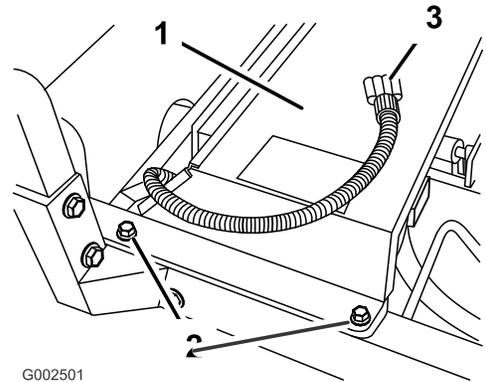

Figura 18
2. Instale el conjunto de la tapa del radiador encima del radiador del vehículo (Figura 18).